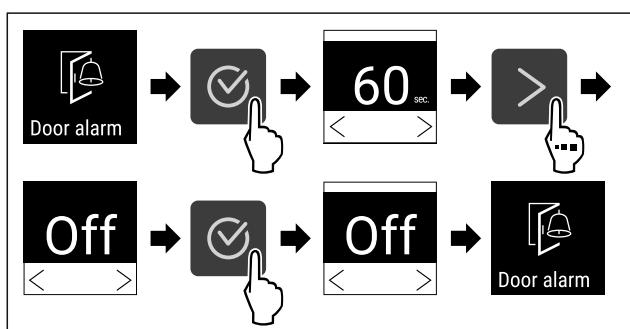

Fig. 107
- ▶ Handlungsschritte (siehe Fig. 107) durchführen.